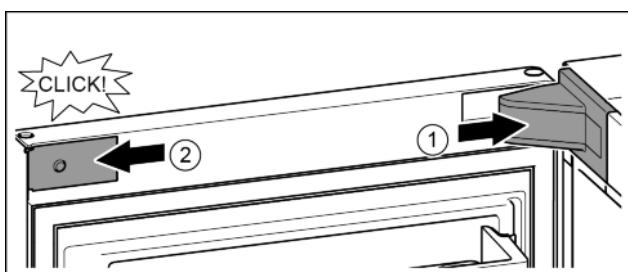

Fig. 22
- Nasadte a zaklapněte kryt stojanu ložiska, příp. opatrně přitlačte od sebe. Fig. 22 (1)
- Z boku nasadte záslepku a zaklapněte. Fig. 22 (2)